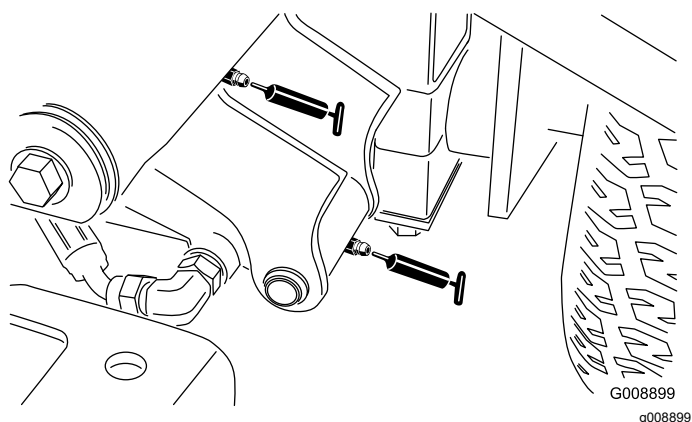

Рисунок 36
- Два левых передних шарнира подъемного рычага и подъемного цилиндра (Рисунок 36)